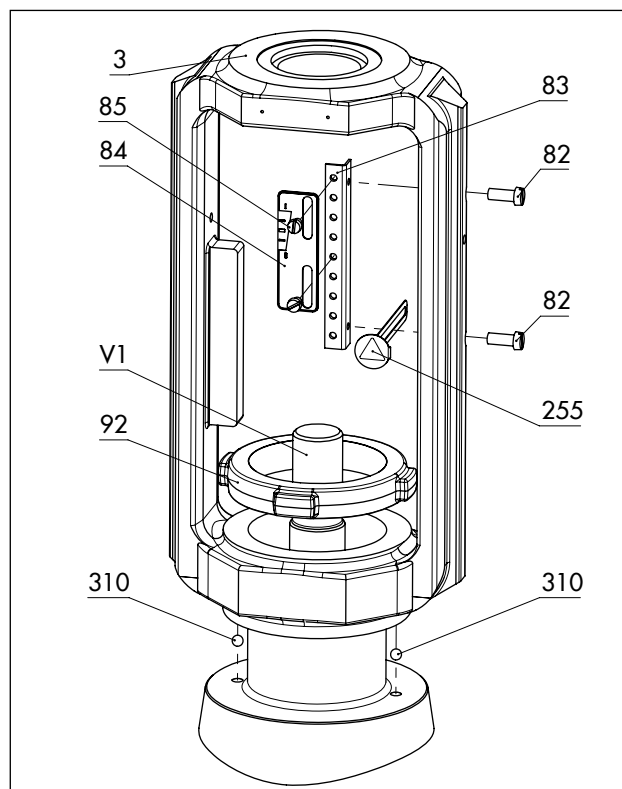
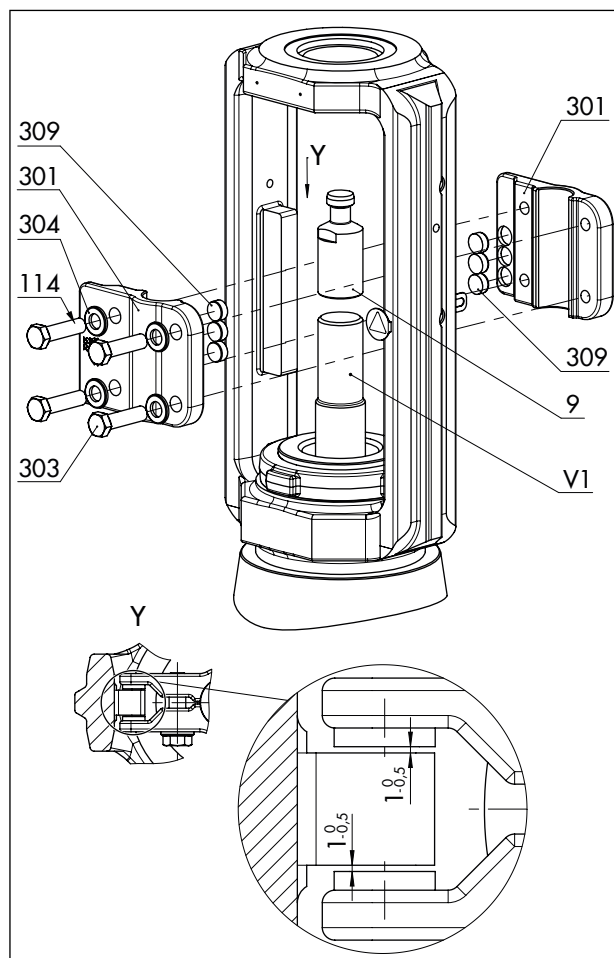

Fig. 14: Panoramica del montaggio del gruppo castello con targhetta della corsa nella versione standard
Fig. 15: Panoramica del montaggio della protezione contro la torsione nella versione standard
Vedere Fig. 14 e Fig. 15
- Tra le rondelle di scorrimento e il loro supporto sul castello sia presente uno spazio nominale compreso tra 0,5 e 1 mm su ciascun lato (vedere dettaglio Y nella Fig. 15)